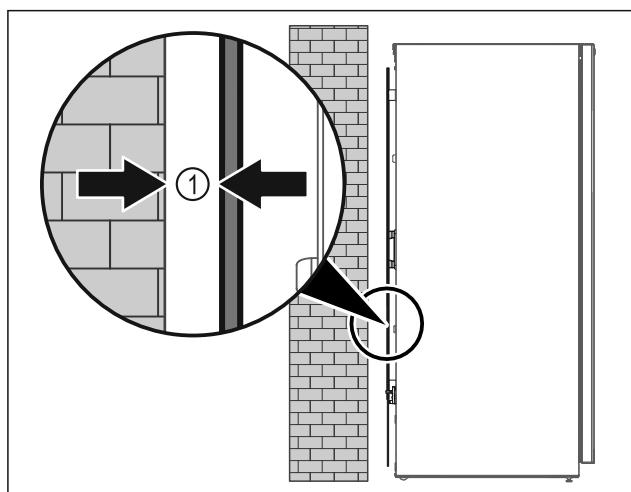

Fig. 10
- Установите устройство или свободно в помещении или прямо к стене на расстоянии 5 мм Fig. 10 (1).